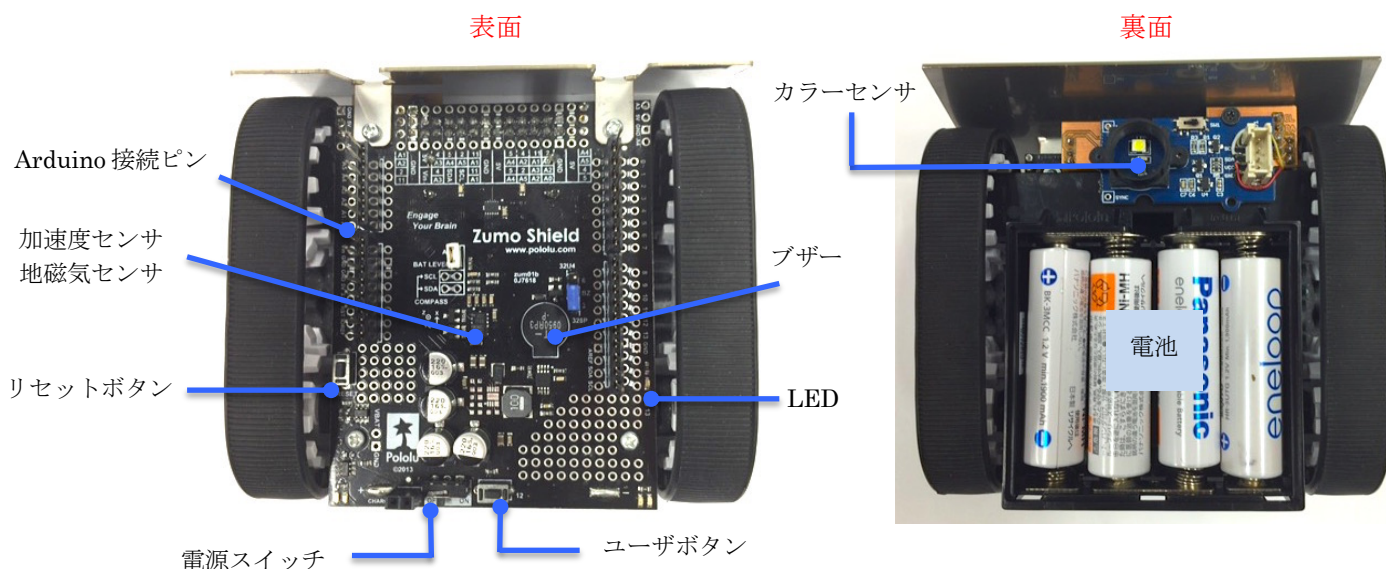

図 11.1.2 : Zumo ロボット
- 左右2つのモータを制御するモータドライバ、加速度センサ、地磁気センサ、カラーセンサ、超音波センサ、LED、ブザー、ユーザボタンが搭載されており、Arduino でコントロールする。Zumo ロボットの概要を図 11.1.2 に示す。